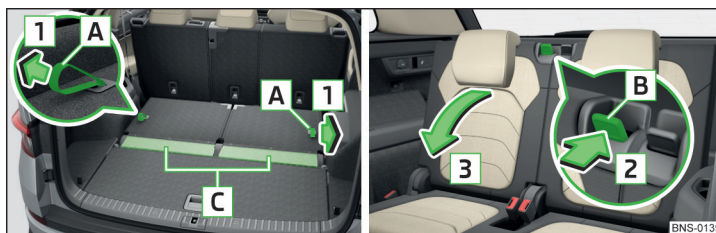

Fig. 95 Relever/Rabattre les dossiers
- Pour **relever** le siège, tirez sur les oeillets **A** dans le sens de la flèche **1** » fig. 95. Le dossier doit s'enclencher de façon audible une fois relevé.